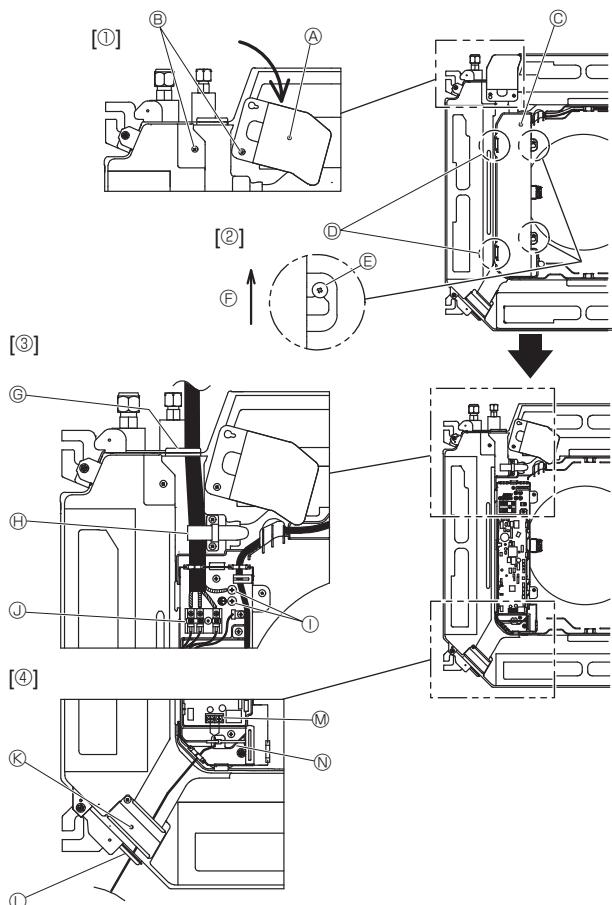

Fig. 6-1
6.1. İç ünite (Fig. 6-1)
1. Elektrik kablosu servis panelini sabitleyen iki vidayı sökün ve ardından elektrik kablosu servis panelini çevirin. [Fig. 6-1 ①]
2. Elektrikli kutusu kapağını sabitleyen iki vidayı sökün ve ardından elektrik kutusu kapağını kaydırarak çıkarın. [Fig. 6-1 ②]
3. Kabloyu, iç/dış ünite bağlantı kablosunu ve toprak kablosunu şemada [Fig. 6-1 ③] verilen kablo girişlerinden geçirin.
4. Uzaktan kumanda kablosunu şekilde gösterilen kablo girişlerinden geçirin ve bağlayın. [Fig. 6-1 ④, Fig. 6-3]